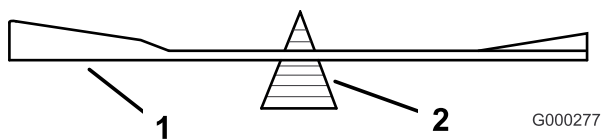

Figura 105
2. Verifique o equilíbrio da lâmina colocando-a num equilibrador de lâminas (Figura 105).